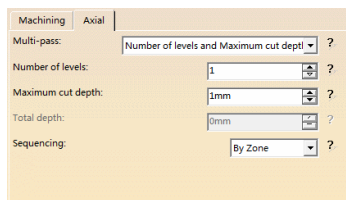

图 3-262 “Axial”选项卡（12）
- 在“Axial”选项卡（12）的“Multi-pass”下拉列表中选择“Number of levels and Maximum cut depth”，在“Number of levels”文本框中输入“1”，如图 3-262 所示。